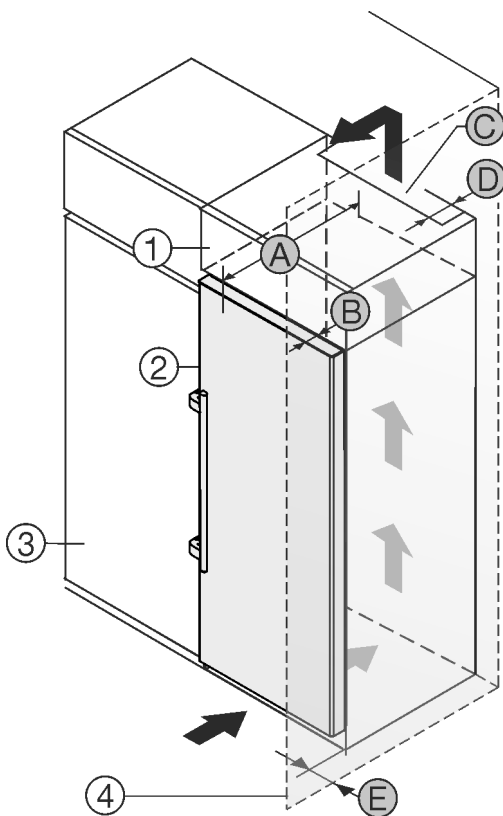

Fig. 2
U kunt het apparaat direct naast de keukenkast *Fig. 2 (3)* opstellen.*
Aan de achterzijde van de opzetkast moet een luchtafvoerkanaal met de diepte *Fig. 2 (D)* over de volledige breedte van de opzetkast aanwezig zijn.*
Onder het plafond moet de ventilatie doorsnede *Fig. 2 (C)* worden aangehouden.*
Als u het apparaat met de scharnieren naast een wand *Fig. 2 (4)* plaatst, moet de afstand tussen het apparaat en de wand minimaal 57 mm bedragen. Dit komt overeen met de uitsteekmaat van de handgreep bij geopende deur.*
Om de deuren volledig te kunnen openen, moet het apparaat overeenkomstig de deurdiepte *Fig. 2 (B)* ten opzichte van het keukenkastfront uitsteken. Afhankelijk van de diepte van de keukenkasten *Fig. 2 (3)* en het gebruik van de wandafstandhouders kan het apparaat verder uitsteken.*